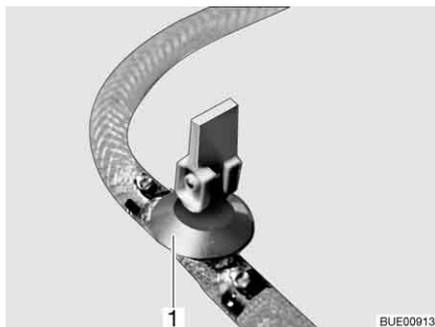
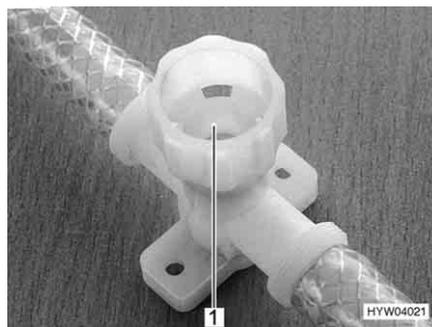

Fig. 229 Llave de desagüe (con balancín)
Fig. 230 Llave de desagüe (con tapa giratoria)
- Cerrar todas las llaves de desagüe. Para esto, poner el balancín de la llave de desagüe (Fig. 229,1) en posición horizontal o girar la tapa de la llave de desagüe (Fig. 230,1) en el sentido de las agujas del reloj.